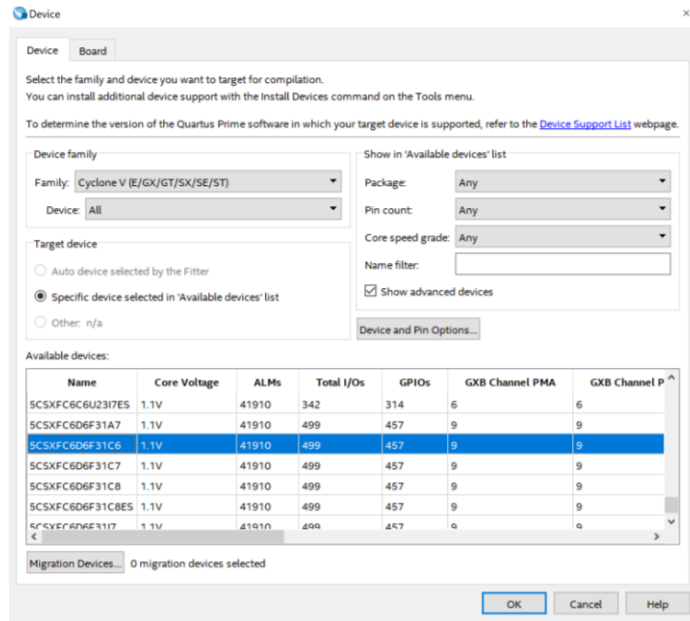

Figura 4. Selección del modelo del chip de la familia Cyclone V.
- En el menú **Assignments**, se debe asegurar que se haya escogido la FPGA de la familia **Cyclone V (E/GX/GT/SX/SE/ST)**, como se indica en la Figura 4.